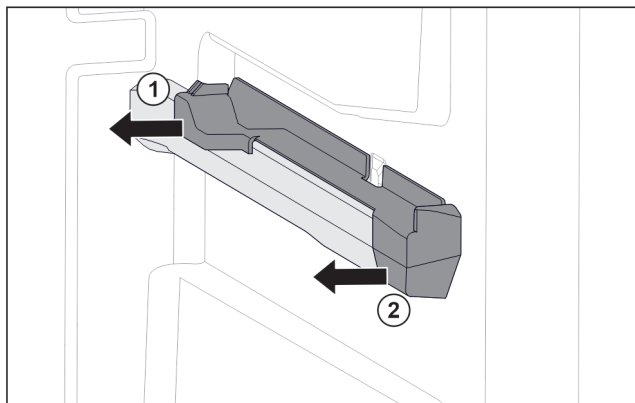

Fig. 96 Elemento inseribile sulla nervatura destra del contenitore
- Estrarre l'elemento inseribile dal lato posteriore di lato. Fig. 96 (1)
- Estrarre l'elemento inseribile dal lato anteriore di lato. Fig. 96 (2)